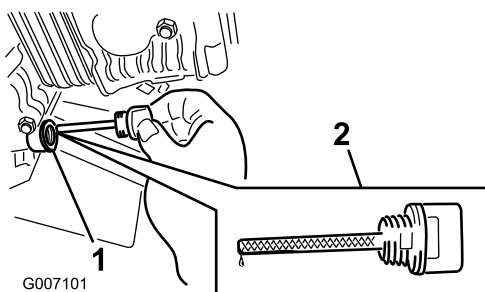

Figure 15
3. Nettoyez la surface autour de la jauge d'huile (Figure 15).
4. Retirez la jauge d'huile et essuyez soigneusement l'extrémité (Figure 15).
5. Insérez la jauge au fond du tube, sans la visser dans le goulot de remplissage (Figure 15).